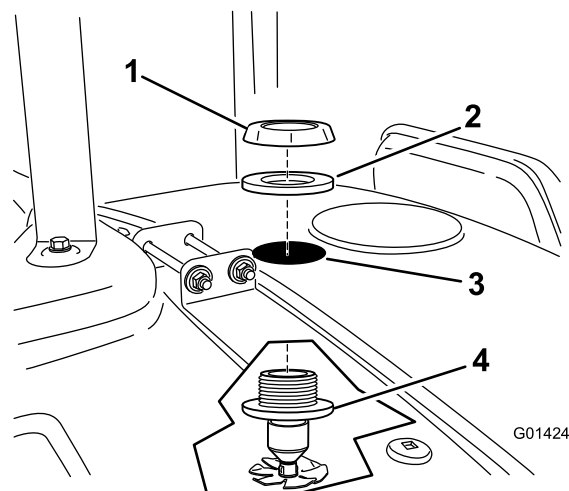

Figura 17
6. Instale un conjunto de boquilla a través del taladro perforado (Figura 17).
7. Instale la junta del pasamuros y la tuerca sobre la rosca expuesta del conjunto de la boquilla de enjuague (Figura 17).